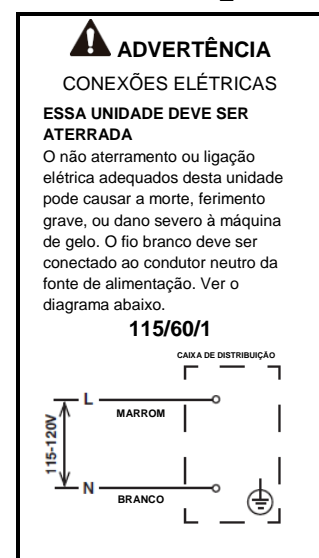

Fig. 3
- As conexões elétricas devem ser feitas de acordo com as instruções na etiqueta "ADVERTÊNCIA", fornecida com os cabos em rabicho na caixa de distribuição. Ver Fig. 3.